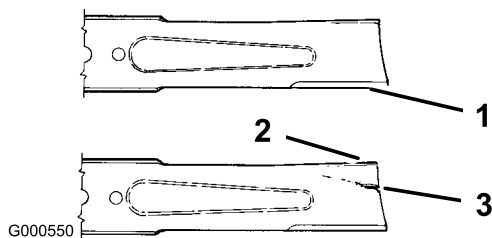

Bild 36
1. Untersuchen Sie die Schnittkanten (Bild 36). Bauen Sie, wenn die Kanten nicht scharf sind oder Kerben aufweisen, die Schnittmesser aus und schärfen sie; siehe Schärfen der Messer.
2. Prüfen Sie die Schnittmesser, insbesondere den gebogenen Bereich (Bild 36). Montieren Sie, wenn
Sie Schäden, Verschleiß oder Rillenbildung in diesem Bereich feststellen (Bild 36), sofort ein neues Schnittmesser.